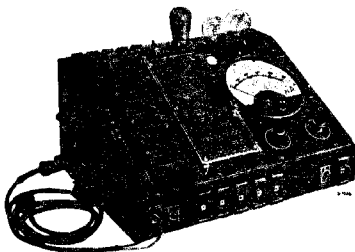

Fig. 3
1. La recherche des perturbations est considérablement simplifiée en utilisant l'instrument de mesure universel indiqué dans la fig. 3.